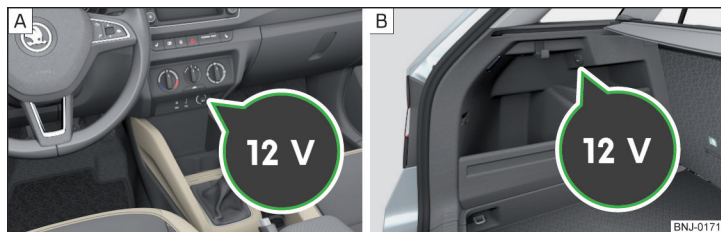

Abb. 99 Abdeckung der 12-Volt-Steckdose: im mittleren Teil der Schalttafel / im Gepäckraum
- Zum **Gebrauch** die Abdeckung der Steckdose abnehmen » Abb. 99 - **A** bzw. die Abdeckung der Steckdose öffnen » Abb. 99 - **B**.